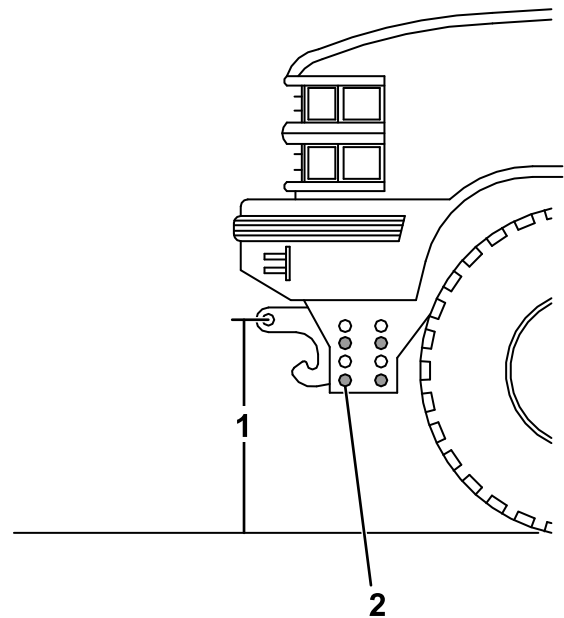

Figura 26
1. Mida la distancia desde el suelo hasta los orificios del cerrojo con muelle de la viga de empuje del chasis (Figura 26). La distancia debe ser de 36.8 mm (14½").
2. Si la viga de empuje no está a una altura de 36.8 cm (14½"), retire las fijaciones que sujetan la viga de empuje al chasis (Figura 26).